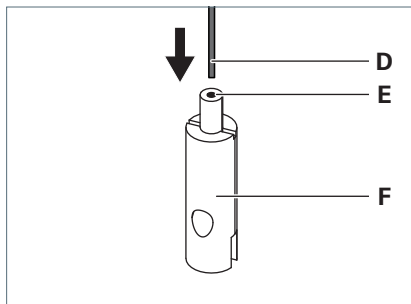

Fig. 21: Montaggio del fermacavo.
- Far passare il cavo metallico **D** attraverso la bussola di guida **E** del fermacavo **F**, vedi Fig. 21.